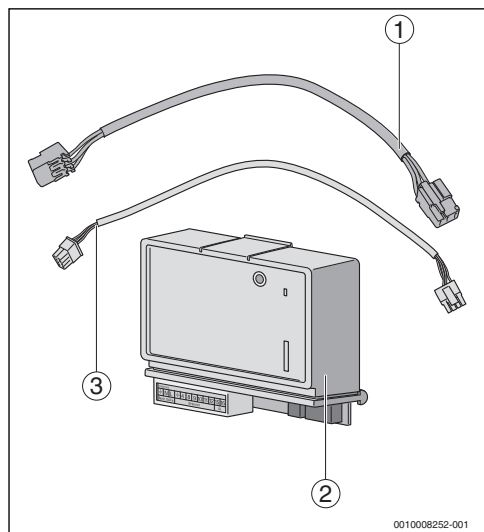

Рис. 2 Комплект поставки (модуль BRM10)
- Модуль BRM10 со штекером горелки и SI-штекером (→ рис. 2, [2])
- Провод шины SAFE (→ рис. 2, [3])
- Провод подключения к сети (→ рис. 2, [1])